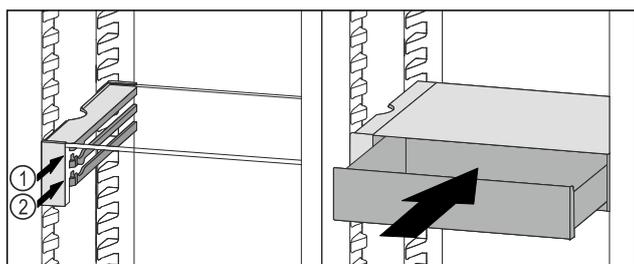

Fig. 90
- Placer le tiroir VarioSafe derrière les butées sur la nervure désirée *Fig. 90 (1)* ou *Fig. 90 (2)*.